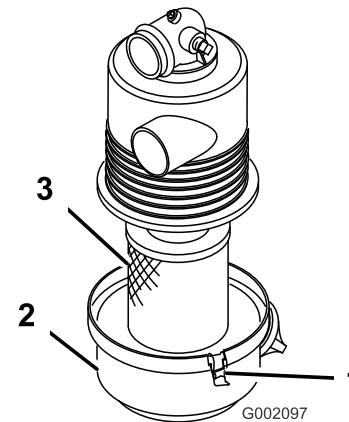

Figura 26
- Instale el elemento del filtro de aire en la carcasa del filtro de aire (Figura 26).
- Alinee la tapa del limpiador de aire con la carcasa del limpiador de aire, y sujetela la tapa a la carcasa con los enganches (Figura 26).